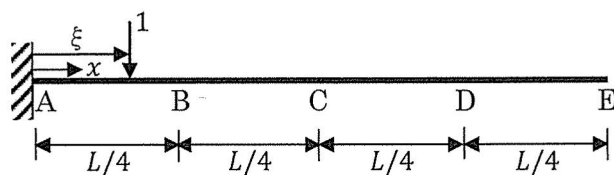

図2
- (3) 図 2 に示すように単位荷重がこのはりの AE 間を移動したときの点 E におけるたわみの影響線の式 (ξ の関数) を求めよ。